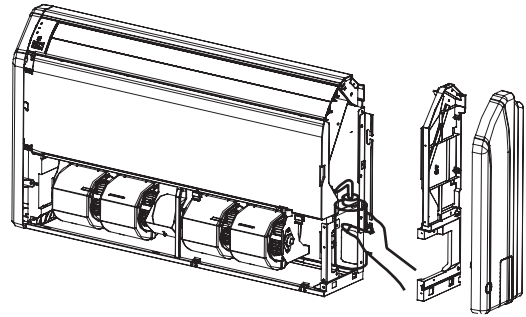

Abb. 28
2. Gemäß Bild 28 Wasser von der rechten Seite in die Ablaufwanne gießen, um zu überprüfen, ob das Wasser aus dem Ablaufschlauch frei ablaufen kann.